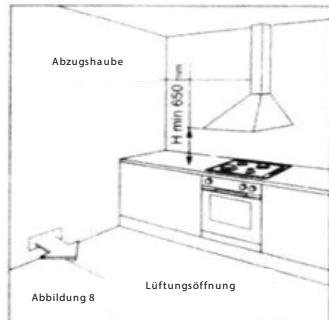

Abbildung 8
1. Außenlüftung: Verbinden Sie die Entlüftungsabdeckung mit der Außenluft, wie in Abbildung 8 dargestellt. Dies gewährleistet die effiziente Ableitung der Verbrennungsprodukte und sorgt für ein sicheres Raumklima.